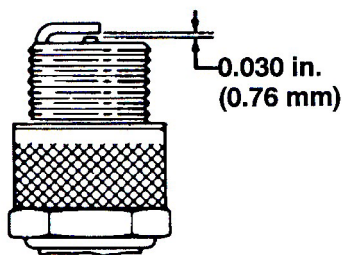

図 39
4. プラグの電極間のエアギャップを約0.76 mm に調整後 (図39)、シリンダヘッドに取り付け、23 Nm (2.3 kg.m) でトルク締めする。トルクレンチがない場合は十分に締めつける。